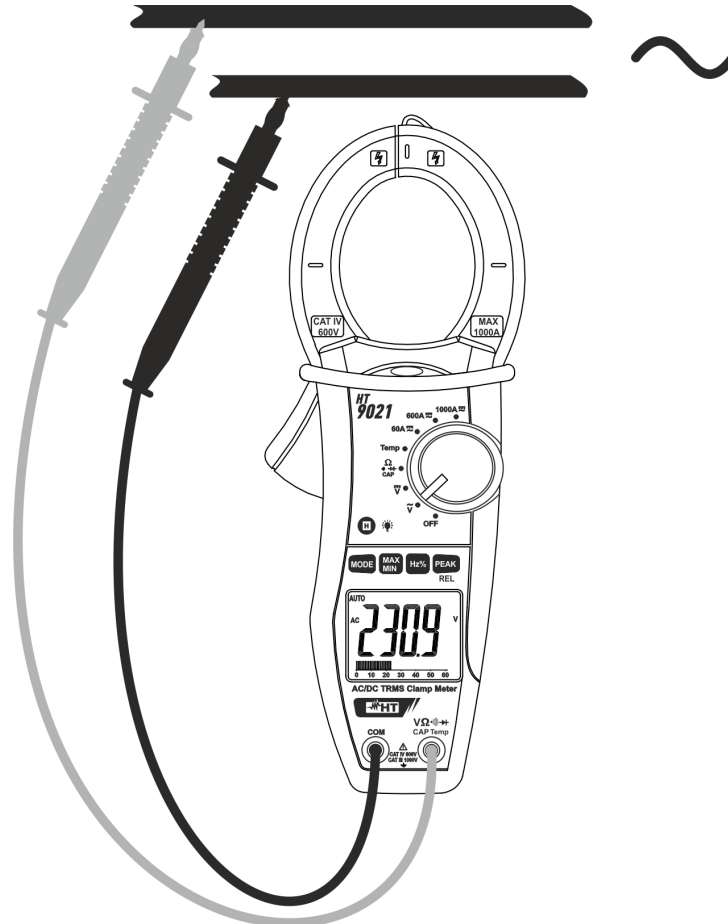

Fig. 3: Uso de la pinza en medidas de Tensión CA
3. Inserte el cable rojo en el terminal de entrada **VΩ** y el cable negro en el terminal de entrada **COM** (Fig. 3)